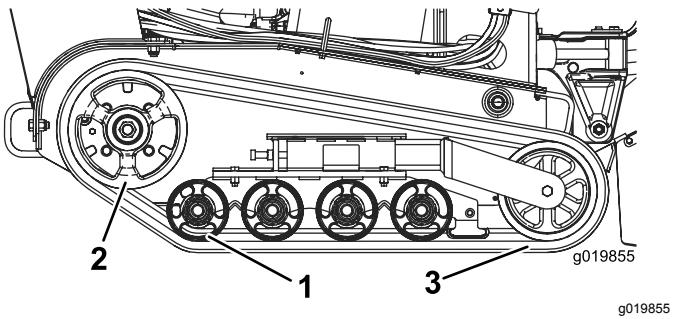

Figura 46
Importante: Certifique-se de que limpa bem as rodas de estrada e a roda motora de transmissão (Figura 46). As rodas de estrada devem rodar livremente quando limpas.
8. Começando na roda motora de transmissão, enrole a nova lagarta em torno da roda motora, assegurando que as porcas da lagarta se encaixam nos espaçadores da roda motora (Figura 46).
9. Empurre a lagarta para debaixo e para o meio das rodas de estrada traseira e central (Figura 46).